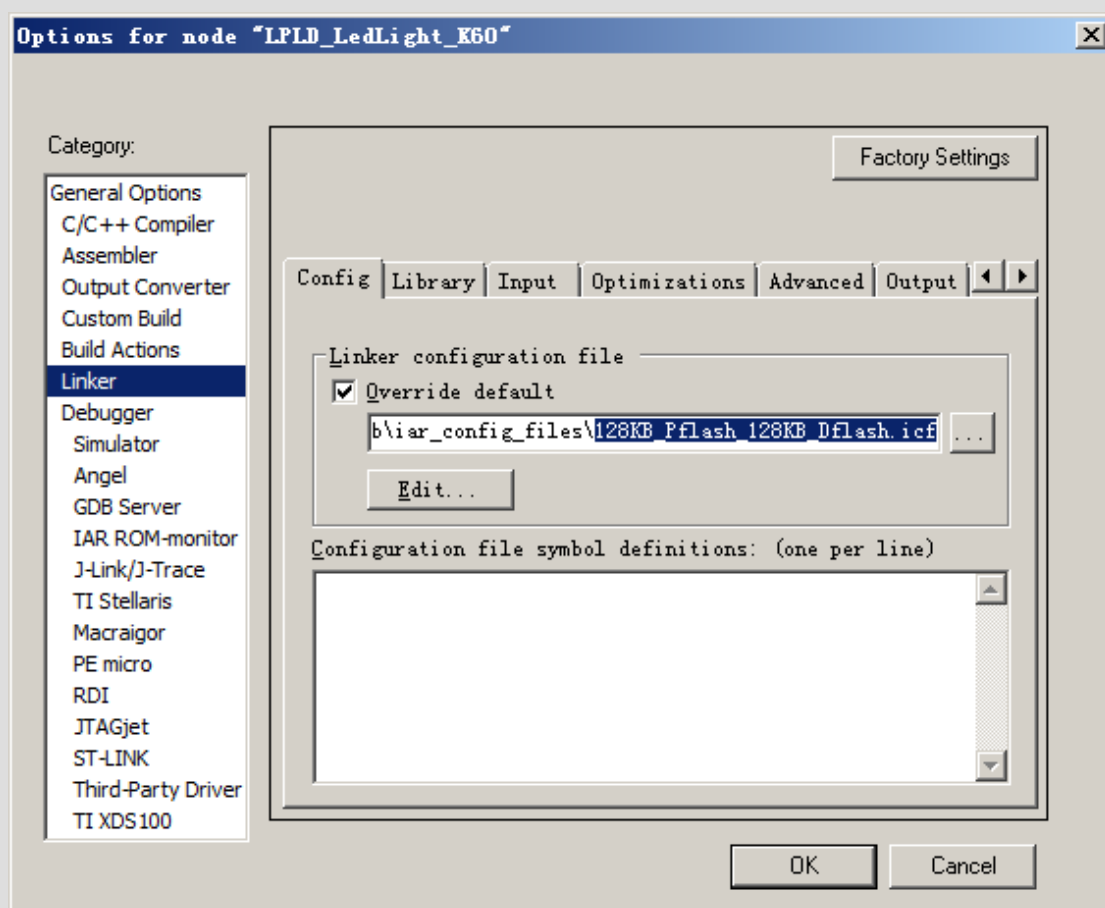

图 8
B) 接下来要更改 **icf 文件**，即链接器配置文件。由于我们要使用 bootloader 加载程序，因此用户程序就不是由原来的地址启动了，我们需要通过配置 icf 文件来更改用户应用程序的起始地址。在拉普兰德 K60 底层库（下载地址见下文）中已经提供了 DX256 和 DN512 所需的 icf 文件，用户只需要更改调用即可。还是打开上一步的“Option”工程选项对话框，在左侧选择“Linker”分类，在右侧的“Config”选项卡中，修改“Linker configuration file”的文件目录。如图 8 所示。